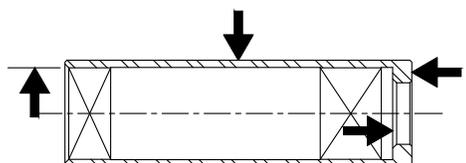

Figura 32
- Al inspeccionar el manguito, se debe revisar las pistas exterior e interior, reemplace si presenta ranuras o picaduras (vea la figura 32).